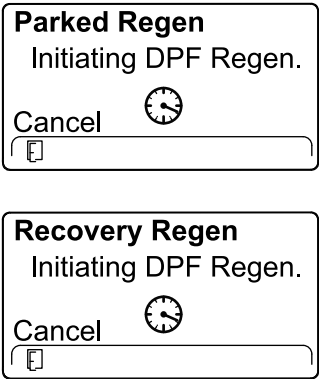

Figura 62
- El InfoCenter muestra el mensaje INITIATING DPF REGEN (Iniciando regeneración de DPF) (Figura 62).